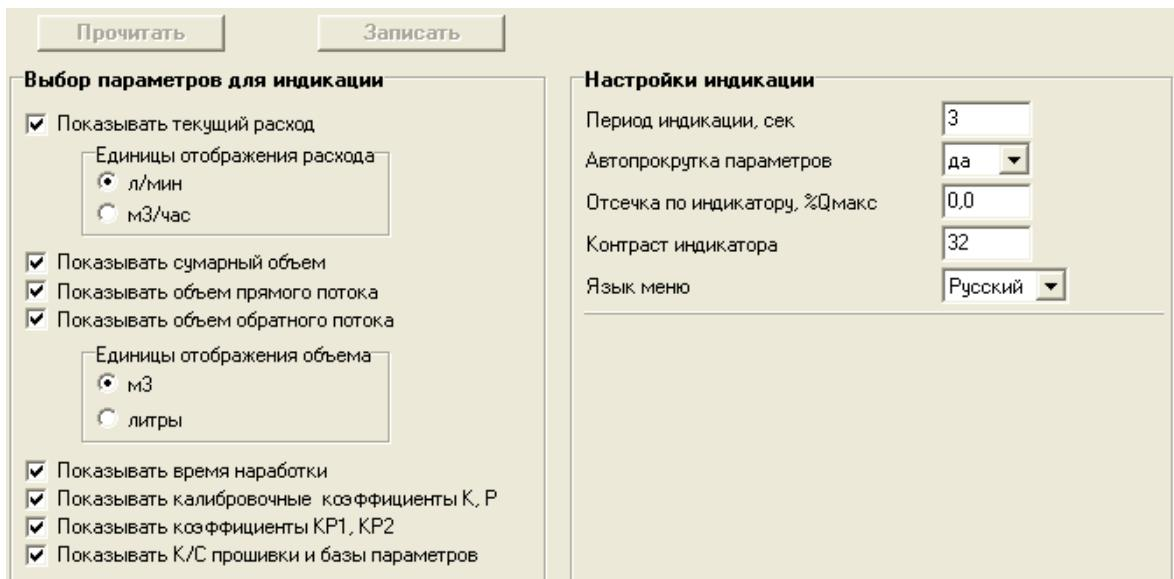

Рис.17. Настройки индикатора.
3.2.1. Настройки отображаемых параметров на дисплее расходомеров исполнения ЭРСВ-5Х0Х находятся на вкладке **Индикатор**, показанной на рис.17.